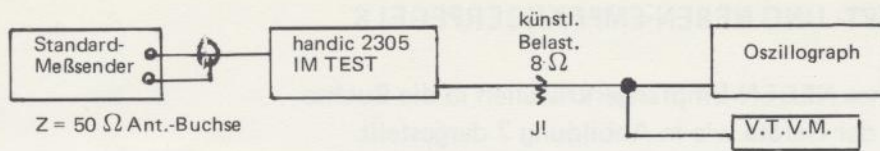

Abbildung 7
- Schritt 1: Anschließen der Geräte wie in Abbildung 7 dargestellt
- Schritt 2: Anschließen der Geräte wie in Abbildung 7 dargestellt
- Schritt 2: Anschließen des Gerätes wie in Abbildung 7 dargestellt
Schritt 2: Anschließen der Geräte wie in Abbildung 7 dargestellt